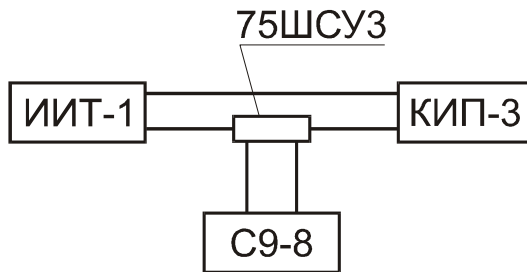

Рис. 8.5 Схема соединений для определения погрешности магнитометра при измерении амплитудных значений напряженности (индукции) импульсных магнитных полей
8.5.3.5.1 Подключить катушку импульсного магнитного поля КИП-3 к источнику импульсного тока ИИТ-1 согласно схеме рис. 8.5.